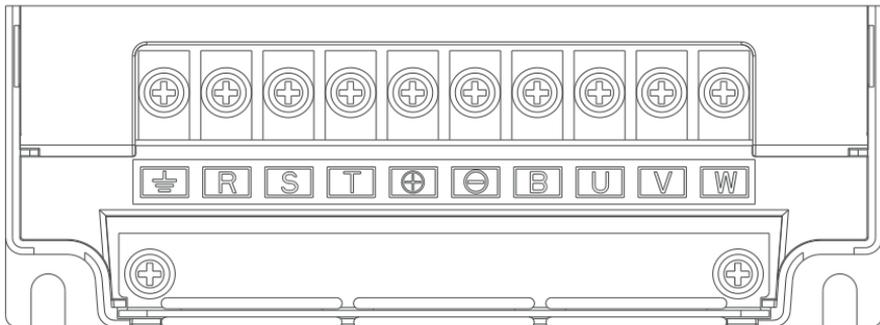

图5-2-1 主回路端子NVF3G-1.5QZ~NVF3G-11QZ
a) 三相380V系列(NVF3G-1.5QZ~NVF3G-11QZ)如图5-2-1